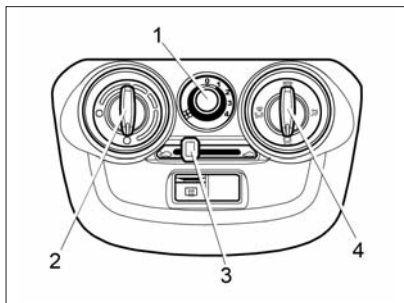
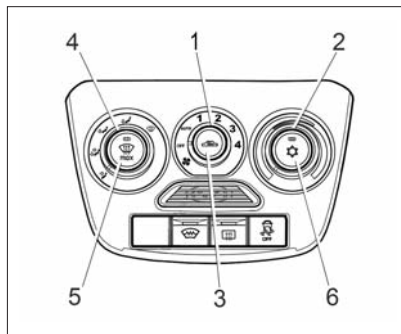

Рис. 41. Блок управления системой вентиляции и отопления
Рис. 43. Блок управления климатической системой (в вариантном исполнении)
Отопительно-вентиляционная установка автомобиля предназначена для создания в салоне комфортной температуры воздуха, значение которой регулируется блоком управления системой вентиляции и отопления (рис. 41). Однако она не может обеспечить в салоне температуру ниже, чем имеет наружный воздух.
– **рукоятку 2** (см. рис. 41) повернуть по часовой стрелке в крайнее правое положение до упора (синяя точка на блоке управления), а **в варианном исполнении (см. рис. 43)** повернуть против часовой стрелки в крайнее левое положение синей зоны;
– **рукоятку 1** (см. рис. 41) переключателя режимов работы элек-
- **рукоятку 2** (см. рис. 41) повернуть против часовой стрелки в крайнее левое положение до упора (красная точка на блоке управления), а **в варианном исполнении (см. рис. 43)** повернуть по часовой стрелке в крайнее правое положение красной зоны;
- **рукоятку 1** (см. рис. 41) переключателя режимов работы вентилятора поставить на скорость в зависимости от степени запотевания стекол.
- **рукоятку 4** (см. рис. 41) установить в положение ;
– **рукоятку 1** (см. рис. 41) переключателя режимов работы вентилятора отопителя поставить на максимальную скорость подачи воздуха в салон.
- **рукоятку 2** (см. рис. 41) повернуть против часовой стрелки в крайнее левое положение до упора (красная точка на блоке управления), а **в варианном исполнении (см. рис. 43)** по часовой стрелке в крайнее правое положение красной зоны;
исполнении (см. рис. 43) режим рециркуляции включается и выключается **кнопкой 3**.
После мойки автомобиля в холодное время года при температуре окружающего воздуха ниже 0°C рекомендуется включать вентилятор системы вентиляции и отопления салона переключателем 1 (см. рис. 41 и 43) на 3-4 скорость на время около 2-3 минут.
В варианном исполнении автомобиль комплектуется климатической установкой (рис. 43). Кли-
Несмотря на то, что внешний вид и расположение органов управления климатической установкой отличаются от органов управления системой вентиляции и отопления (см. рис. 41), логика и алгоритмы управления, описанные выше для системы вентиляции и отопления, верны и для климатической установки. Кроме того, климатическая система позволяет обеспечивать охлаждение воздуха, подаваемого в салон автомобиля, автоматический режим поддержания заданной температуры воздуха в салоне и автоматический режим очистки ветрового стекла.
2. Включите вентилятор, установив **рукоятку 1** (рис. 43) в одно из положений «1», «2», «3», «4» или «АUTO».
4. Включите максимальную скорость вентилятора климатической установки, установив **рукоятку 1** (см. рис. 43) в положение «4».
С помощью **рукоятки 2** (см. рис. 43) можно установить желаемую температуру воздуха в салоне. Климатическая система будет автоматически поддерживать установленную температуру воздуха в салоне в пределах производительности климатической установки и установленного допуска. Для наиболее эффективной работы в автоматическом режиме поддержания заданной температуры **рукоятка 1** управления вентилятором климатической системы должна быть включена в положение «АUTO» (для автоматического управления скоростью подачи воздуха).
При повторном нажатии **кнопки 5** (см. рис. 43) с символом  автоматический режим очистки ветрового стекла выключится и климатическая система вернется в исходное состояние.